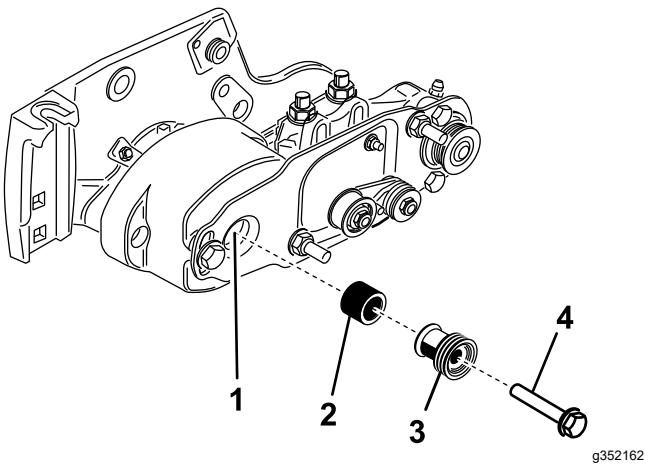

図 15
19. ベアリングハウジングのシャフトにスペーサを挿入する図 15。
20. スペーサに駆動プーリを取り付けて駆動シャフトに通す図 15。プーリのタブが駆動シャフトのスロットにきっちりと嵌まるように取り付けること。
21. フランジヘッドボルト 3/8 x 2 inch を使ってプーリとスペーサを駆動シャフトに固定する図 15。ボルトを 47-54 N·m (35-40 ft-lb = 4.8-5.5 kg.m) にトルク締めする。